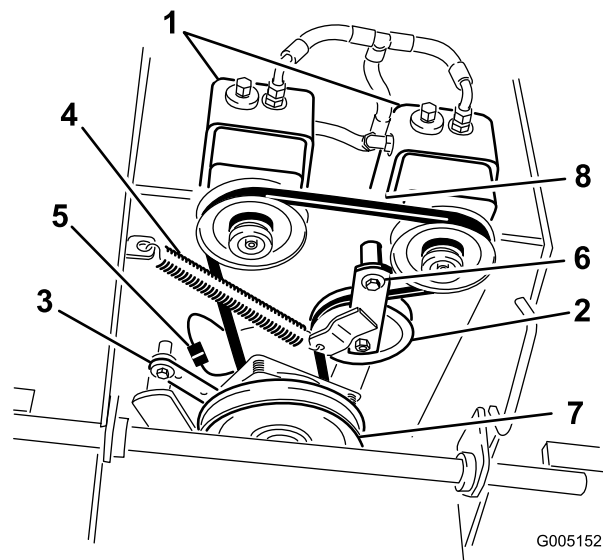

Рисунок 40
6. Отсоедините держатель муфты от деки двигателя (Рисунок 40).
7. Снимите пружину натяжного ролика с рамы (Рисунок 40).
9. Установите пружину натяжного ролика между рычагом натяжного ролика и кронштейном рамы (Рисунок 40).
10. Установите держатель муфты на деку двигателя (Рисунок 40).